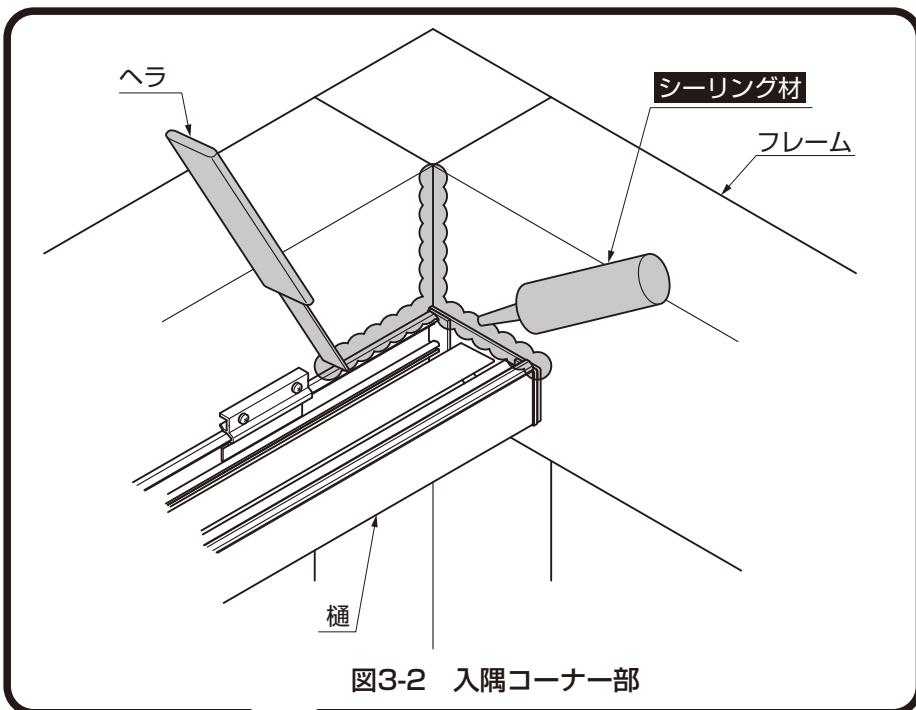

図3-2 入隅コーナー部
- シーリングはヘラ等でおさえて十分密着させてください。(図3-2参照)